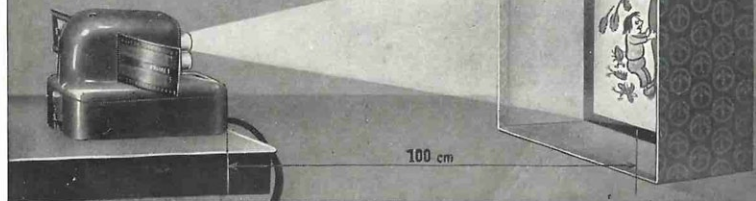

Abb. 1
4. Stelle das DUX-Kino **in genau 1 Meter Entfernung von der Vorfürwand** auf, wie in Abb. 1 gezeigt.